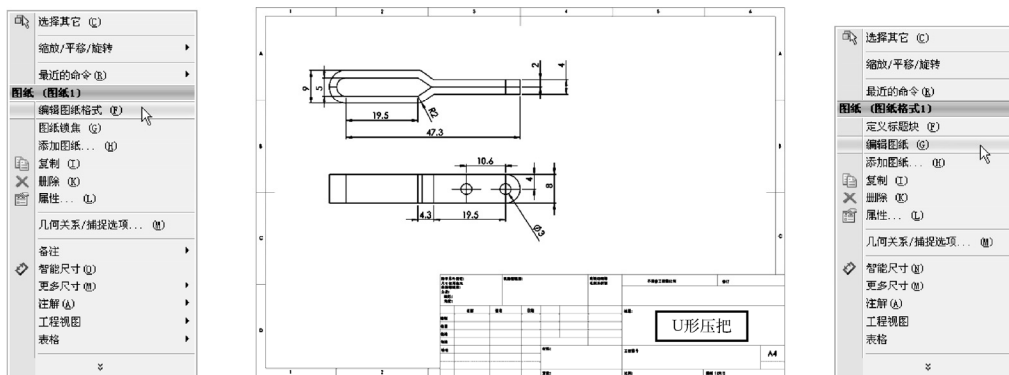

图 7-11 设置“标题栏”
STEP 5 右击图纸空白处，选择“编辑图纸格式”菜单，在图纸模板的“标题”单元格内双击，填写图纸的名称为“U 形压把”，再右击图纸空白处，选择“编辑图纸”菜单，完成工程图的创建，如图 7-11 所示。